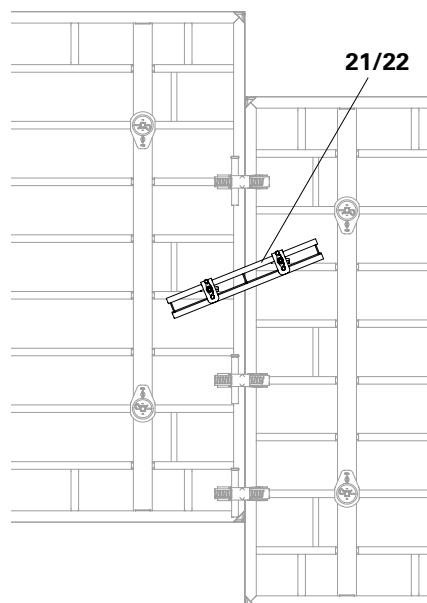

Fig. A4.06a
- Entretoises décalées, voir Fig. A4.06a.